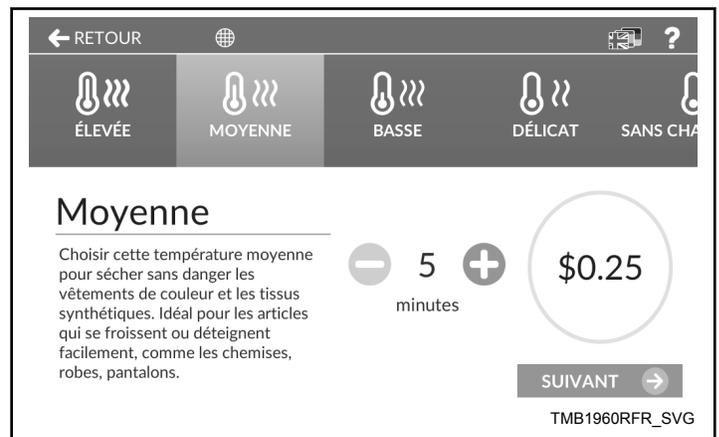

Figure 23
2. Sélectionner un cycle à partir du menu d'options de cycle *Page des pré-réglages de cycle*. Sélectionner le temps désiré, puis appuyer sur SUIVANT (voir Figure 23).